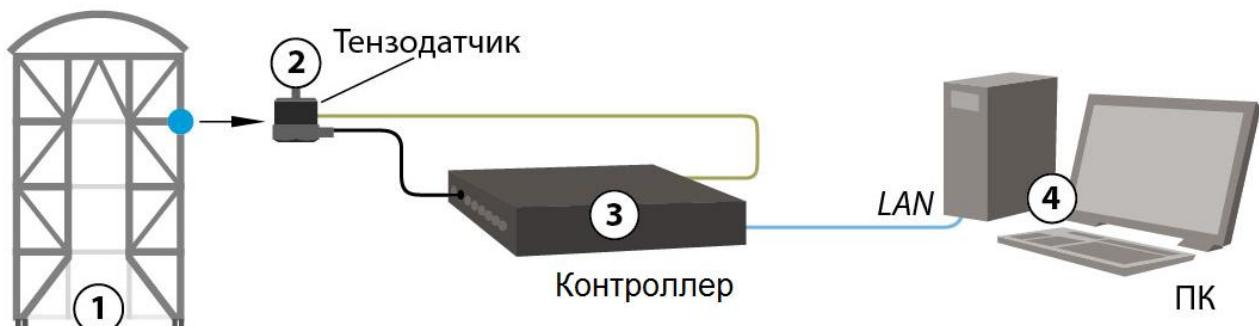

Рис. 2.1 Схема заземления при работе с контроллером с тензорезисторами
- Рекомендации по защите от электромагнитных помех при работе с оборудованием ZETLAB в комплекте с тензорезисторами для измерения деформационных процессов (*Рис. 2.1*):